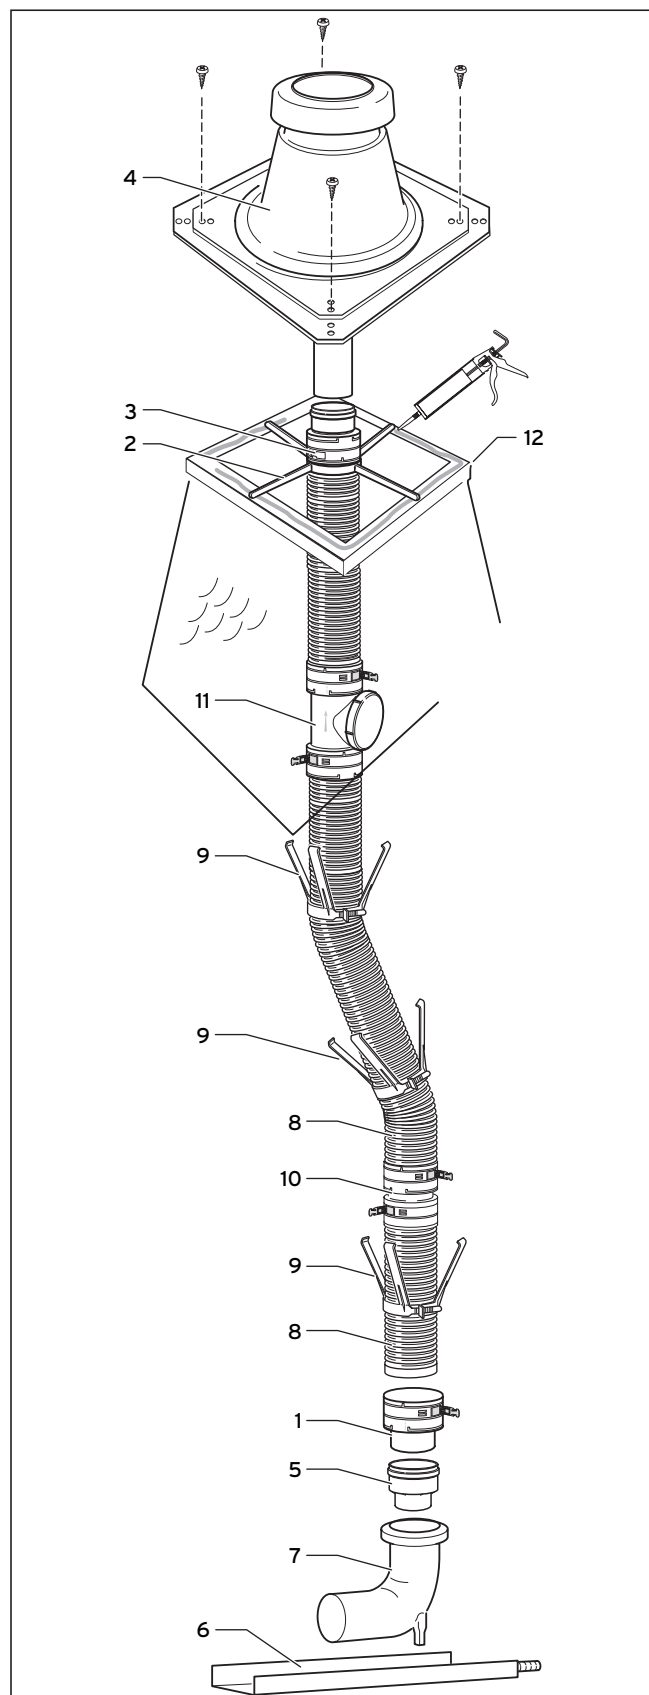

Fig. 4.54 Structure du système du conduit des fumées flexible
- Faites glisser l'extrémité inférieure du conduit des fumées (8) à fond dans l'élément d'enfichage (1) et fixez-le avec les fermetures à clics.
- Montez les écarteurs (9, → **Fig. 4.54**) espacés de 2 m au maximum sur le conduit des fumées.